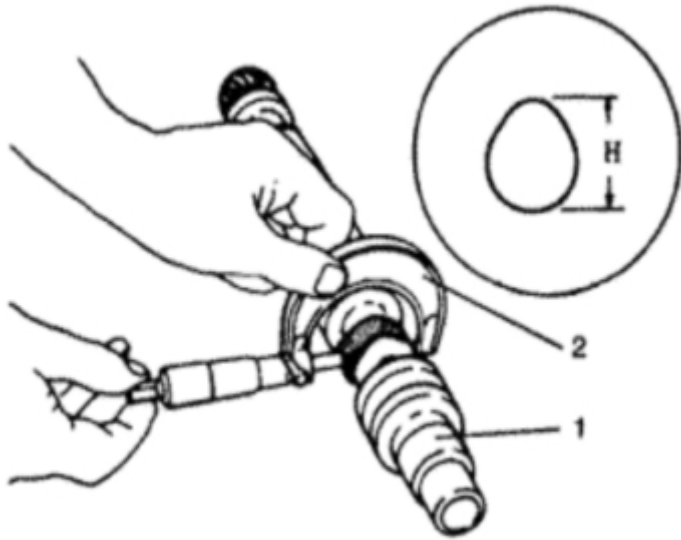

图 3-49 检查凸轮的磨损
2、检查凸轮的磨损。凸轮的磨损程度可用外径千分尺测量凸轮的高度H来判断，如图3-49所示。如果被测凸轮高度H小于使用限度，更换凸轮轴。
5、检查凸轮轴轴颈的磨损。使用外径千分尺利用“两点法”测量每个凸轮轴轴颈的直径，如图3-49所示。即在轴颈的两个不同截面上分别测量两垂直方向的直径尺寸(得到4个测量值)，同时使用内径百分表利用“两点法”测量气缸盖上凸轮轴轴颈承孔的内径(每个承孔得4个测量值)。用所测轴颈承孔内径减去相应轴颈直径即得轴颈与轴颈承孔的配合间隙。如果该配合间隙超过极限值，则应更换凸轮轴，必要时，更换气缸盖。